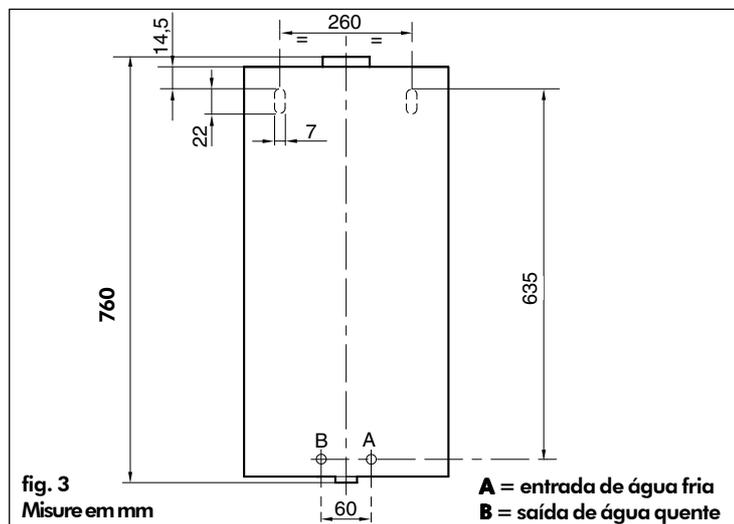

fig. 3
- na fig. 3 estão indicadas as cotas do aparelho para a fixação à parede.